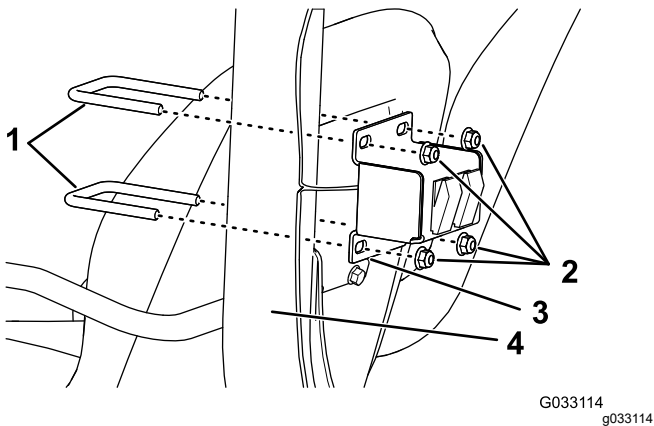

Figure 9
2. Sur le Multi Pro 5800, montez le support de l'interrupteur à l'arrière du système ROPS à l'aide de 2 étriers filetés ($\frac{3}{8}$ " x 2-15/16" x 3 1/2") et de 4 contre-écrous à embase ($\frac{3}{8}$ "), comme montré à la Figure 9.